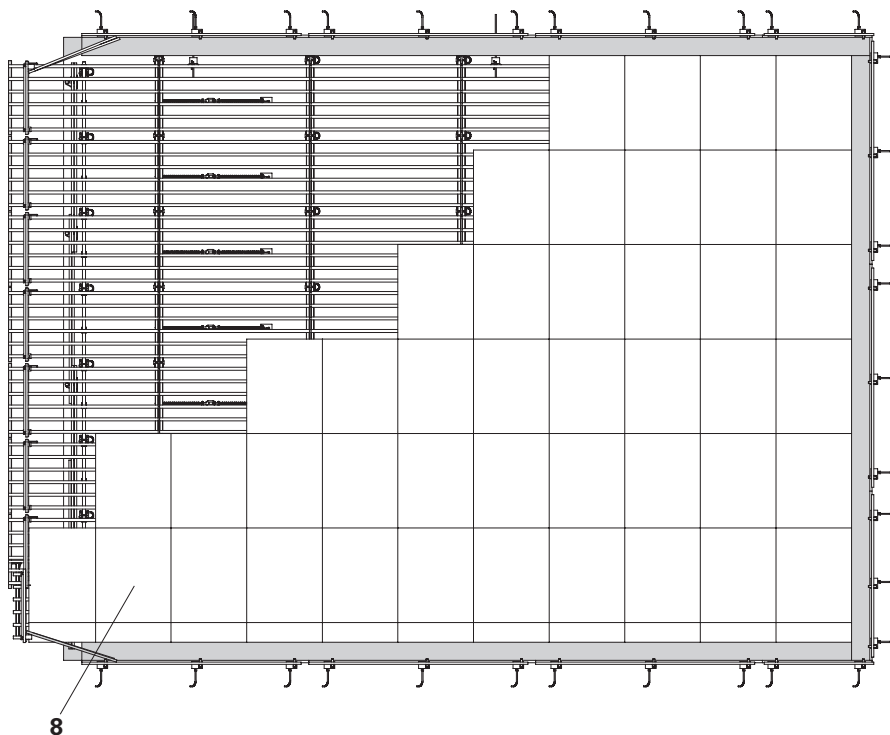

Fig. A8.01
- Disporre i pannelli di cassaforma (8) sempre perpendicolari all'elemento standard (facilita il disarmo).
- Disporli sempre in file, anche nelle superfici di compensazione. (Fig. A8.01)